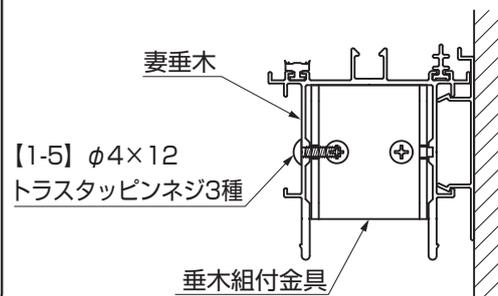

図10-5 入隅時の取付け
- 入隅の場合の妻垂木の取付けは、【1-5】を片側だけ垂木組付金具に取付けてください。(図10-5参照)